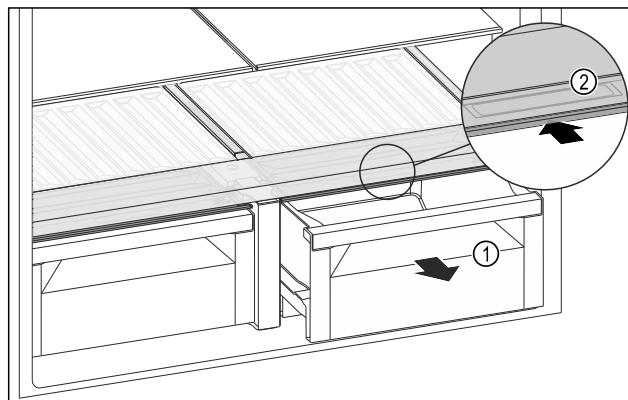

Fig. 142
- Izvlecite predal Fig. 142 (1).
- Primate prijemalno vdolbino Fig. 142 (2) na pokrovu predala in pokrov predala istočasno potisnite nazaj.